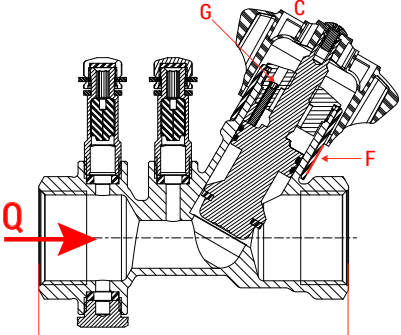

Fig. 2
Le valvole R206B sono dotate di un meccanismo di memoria meccanica dell'apertura (prerregolazione). Questo meccanismo opera limitando la corsa della manopola (rif.C - fig.2) tramite una vite di bloccaggio (rif.G - fig.2). La prerregolazione si effettua nel seguente modo:
- Effettuare la regolazione della valvola R206B tramite la manopola (rif.C - fig.2), sulla scala di regolazione (rif.F - fig.1);
- Avvitare in senso orario fino a battuta la vite di bloccaggio della prerregolazione (rif.G - fig.2) utilizzando una chiave a brugola da 1,5 mm per le versioni da 1/2", 3/4", 1", 1-1/4" o da 2 mm per le versioni da 1-1/2", 2".
R206B valves are equipped with a mechanism of mechanical memory of the opening (pre-regulation). This mechanism works by limiting the handle stroke (ref. C – fig.2) through a locking screw (ref.G – fig.2).
- Make the regulation of the R206B valve by means of the handle (ref.C-fig.2), on the regulation scale (ref. F – fig.1);
- Screw clockwise until it stops the locking screw of the pre-regulation (ref.G-fig.2) by using an Allen key of 1,5 mm for versions 1/2", 3/4", 1", 1-1/4" or 2 mm for versions 1-1/2", 2".